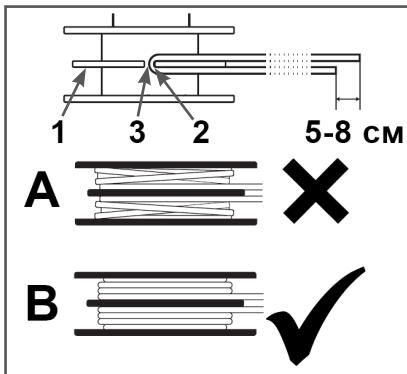

Рис. 14 Установка корда в катушку
2. Отрежьте 3-4 метра корда. Используйте триммерный корд диаметром 1,6 мм. Сложите корд пополам и вставьте его в паз катушки (Рис. 14). Направление намотки корда указано на катушке. Намотайте концы корда плотно с натягом в канавки катушки. Правильная намотка корда показана на Рис. 14B.